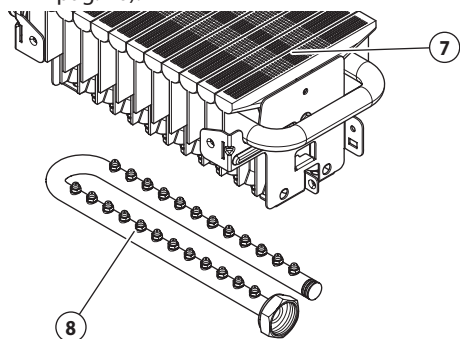

Figura 5.11
- 3 Controllare se nel gruppo portaugelli (8) del bruciatore (7) (Figura 5.11) è inserito correttamente, confrontando le marcature sul gruppo portaugelli con i dati nelle tabelle di regolazione del gas (vedere "Dati Tecnici" a pag. 10).